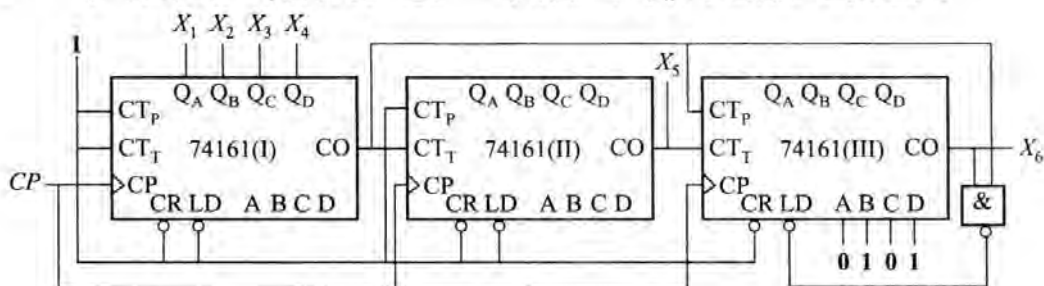

图 5.3.17 例 5.11 题图
【例 5.11】 图 5.3.17 是某数控仪器中的分频电路,若 f 的频率为 1.536MHz 。
(1) 由图 5.3.17 可见,电路由 3 级同步十六进制加法集成计数器 74161 构成,3 级共用 CP 脉冲源,前级 CO 控制后级 CT_T ,属同步链。且 Q 标注中 Q_A 为最低位,余类推。